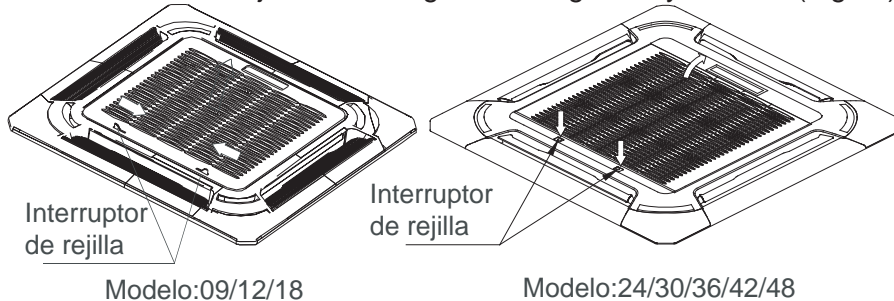

Fig.22
1. Oprima dos interruptores de rejilla en la dirección al mismo tiempo y luego tire de ellos hacia arriba. (Fig.22)